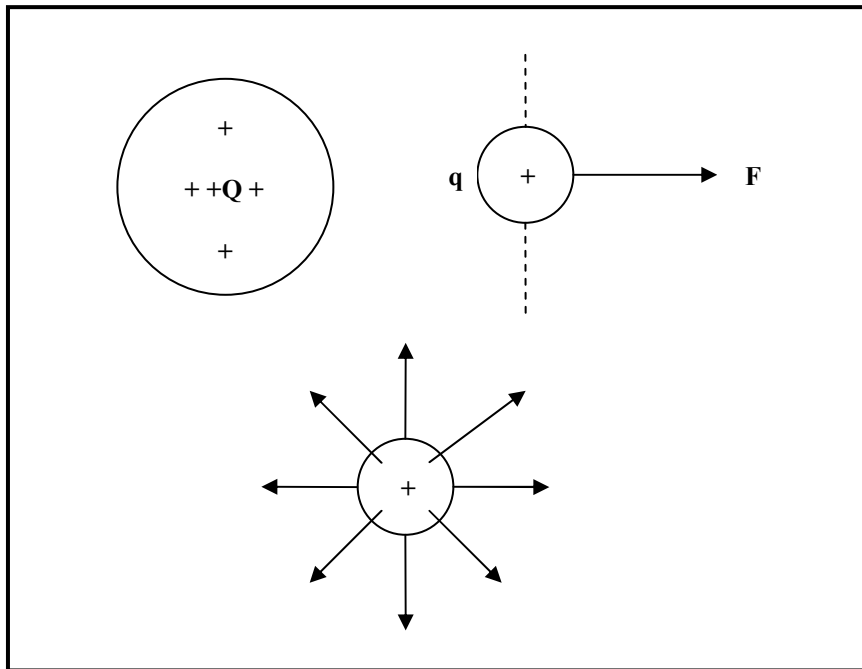

FIGURA 1.1.4 Dirección de un campo eléctrico en función de una carga positiva.
- Cuando está cerca de una carga positiva ($q+$), la dirección es hacia fuera (figura 1.1.4).